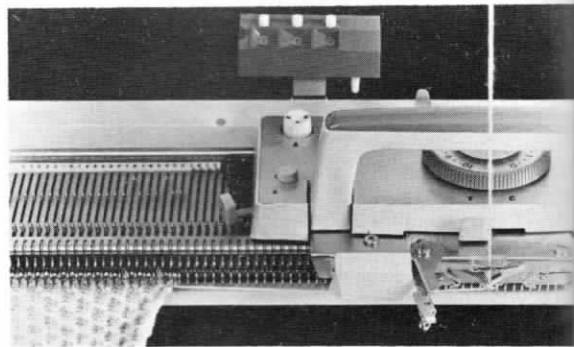

Fig. 71
*** 1ª pasada:** Carro en el lado derecho. A partir de este lado, retroceder a posición B las agujas 4 y 8 de la escala (Fig. 71). Tejer una pasada.